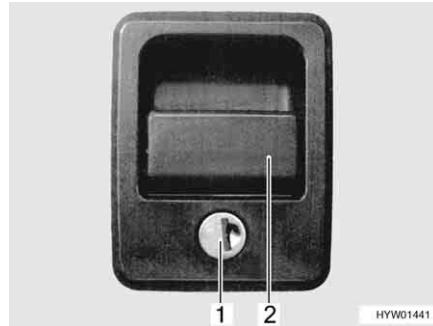

Fig. 41 Cerradura de la trampilla con tirador concha
- Introducir la llave en el cilindro de cierre (Fig. 41,1) y girarla un cuarto de vuelta. La cerradura de la trampilla está desbloqueada.
- Tirar del asidero de la cerradura (Fig. 41,2). La trampilla exterior está abierta.